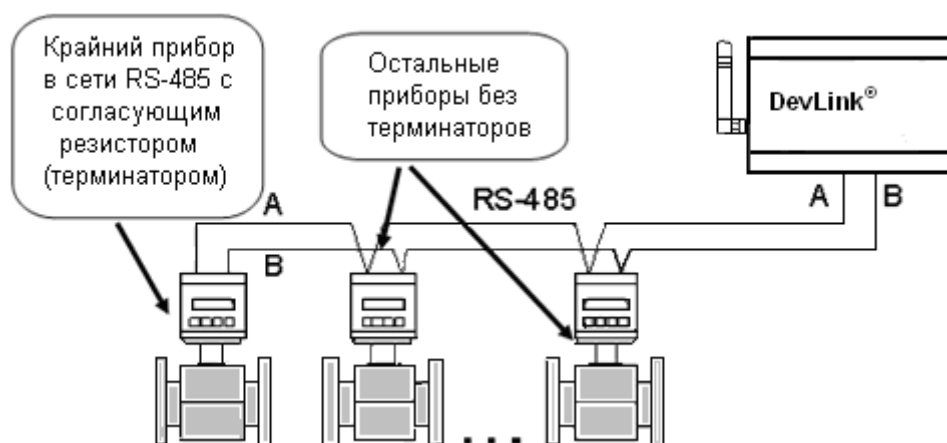

Рисунок 16 – Пример подключения к контроллеру **DevLink**[®] сети RS-485
- **DevLink**[®] должен быть крайним звеном в цепи приборов, объединенных в сеть RS-485 или RS-422 (не должен включаться в разрыв цепи RS-485 или RS-422, рисунок 16).